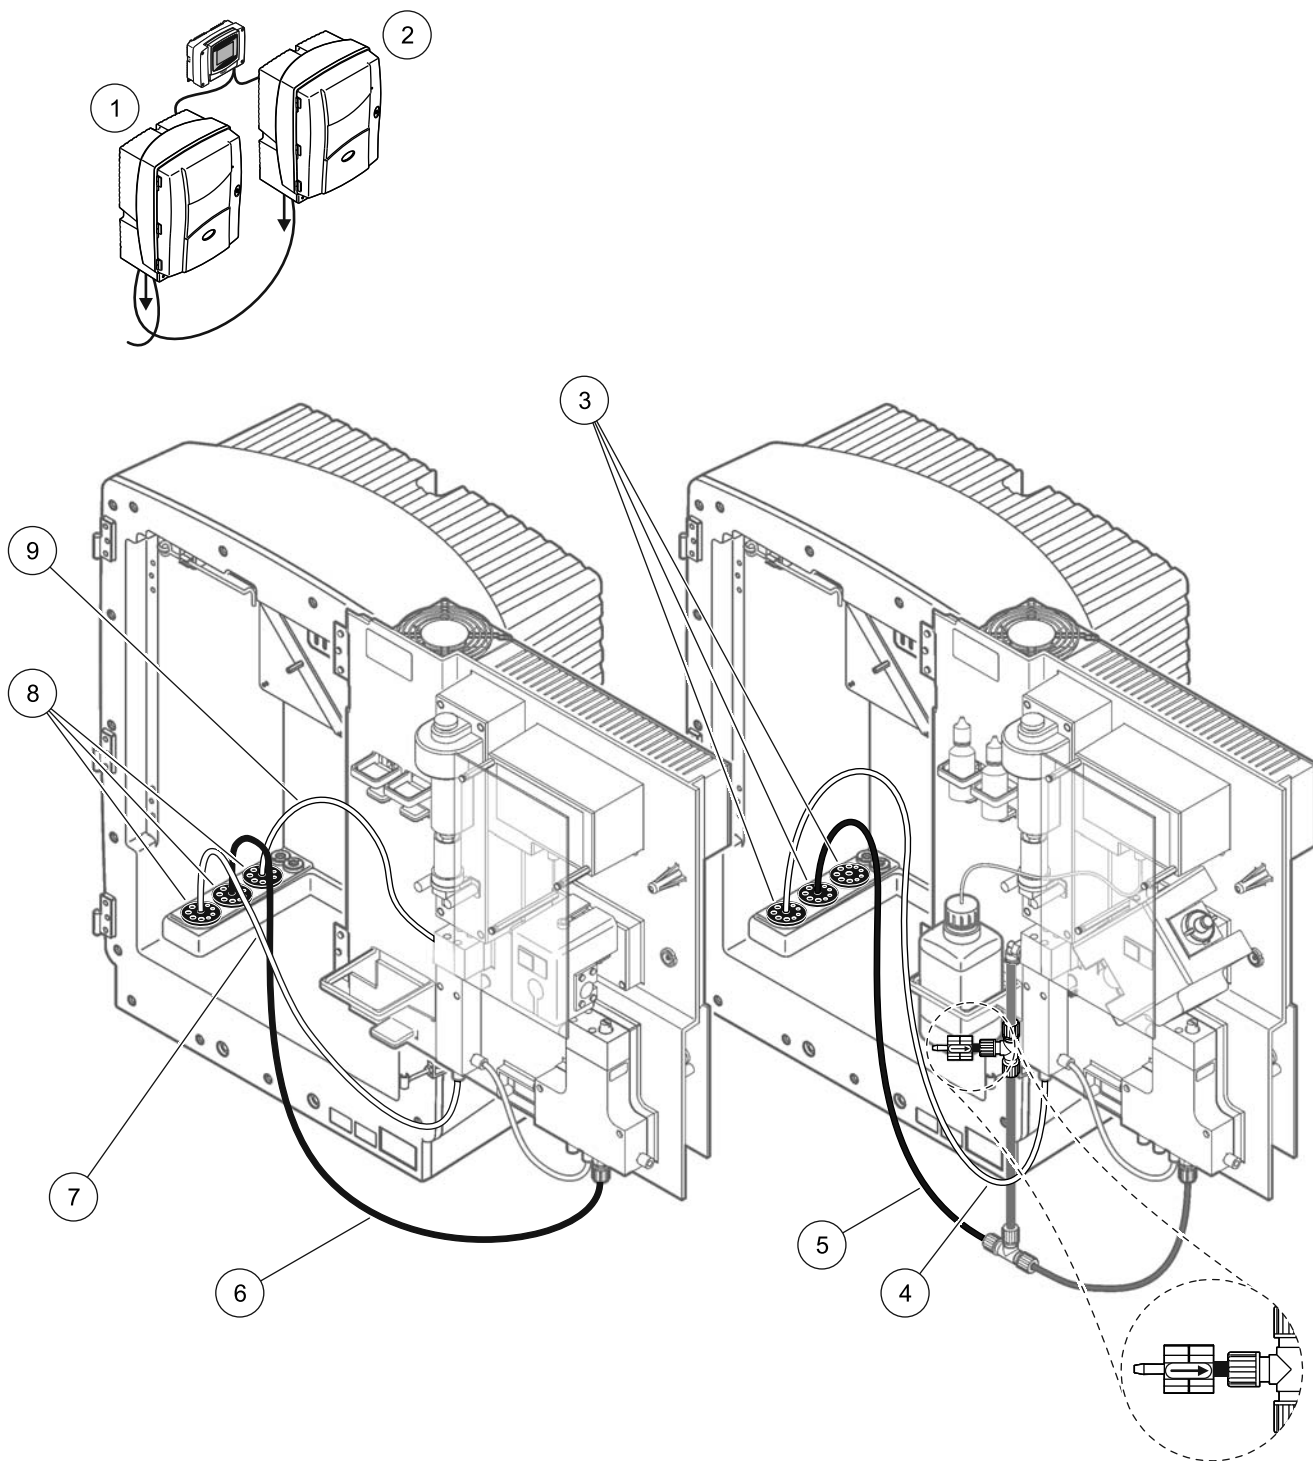

Рисунок 39 Монтаж версии 10b
Для версии 10b смотрите Рисунок 39 и следующие инструкции:
- a. Пропустите линию проб от блока пробоподготовки через анализатор (Рисунок 39, позиция 7). Для фиксации используйте уплотняющую заглушку #3.